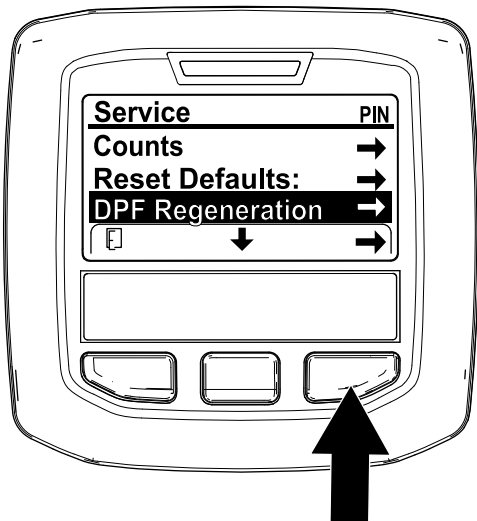

Figure 43
1. Dans le menu Entretien, utilisez le bouton central pour naviguer jusqu'à l'option DPF REGENERATION (régénération du FAP) (Figure 43).
2. Appuyez sur le bouton droit pour sélectionner l'option DPF Regeneration (Figure 43).